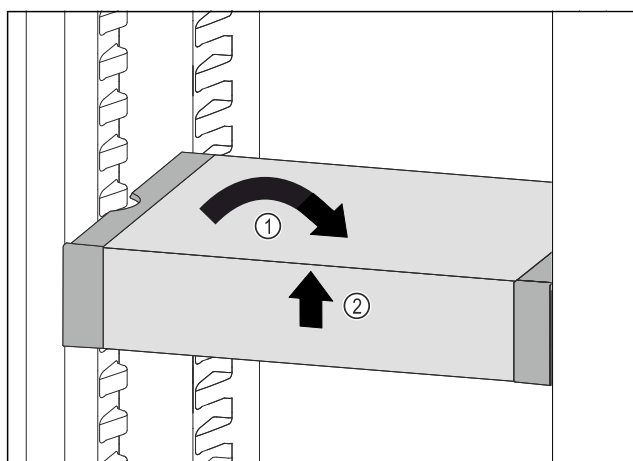

Fig. 108
- Collocare VarioSafe in maniera dritta. Fig. 108 (1)
- Sollevare VarioSafe dal lato anteriore. Fig. 108 (2)